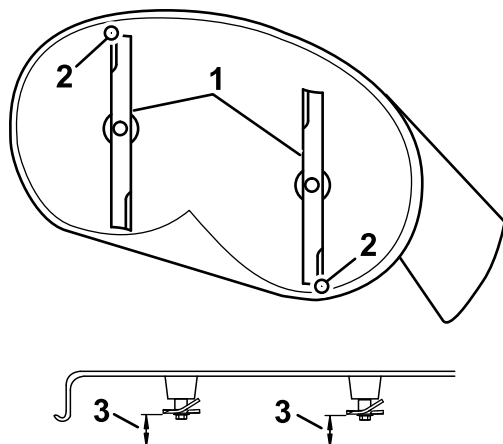
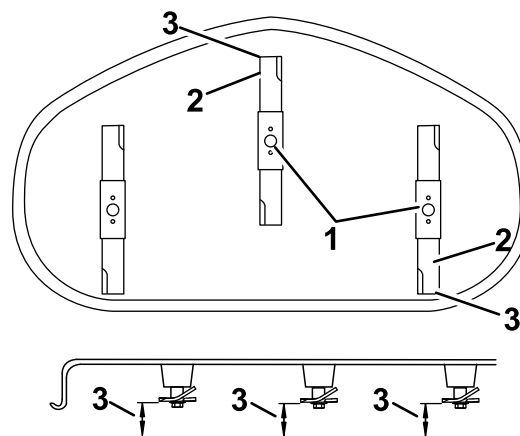

Figura 62
Figura 63
4. Gire cuidadosamente las cuchillas colocándolas en el sentido de avance de la máquina (Figura 62).
5. Mida entre la punta de la cuchilla delantera y la superficie plana y entre la punta de la cuchilla trasera y la superficie plana (Figura 62 o Figura 63).